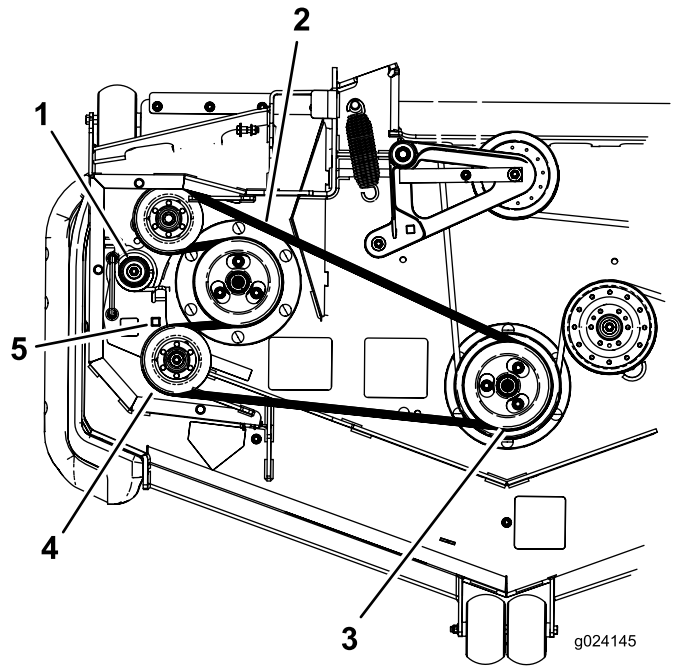

Figure 97
7. Insérez un rochet dans le trou carré du bras de la poulie de tension pour détendre le ressort de la poulie de tension (Figure 97).
8. Enlevez la courroie de la poulie du tablier de coupe (Figure 97).
9. Enlevez la courroie des poulies restantes (Figure 97).
11. Insérez le rochet dans le trou carré, détendez le ressort et guidez la courroie neuve autour de la poulie de tension (Figure 97).